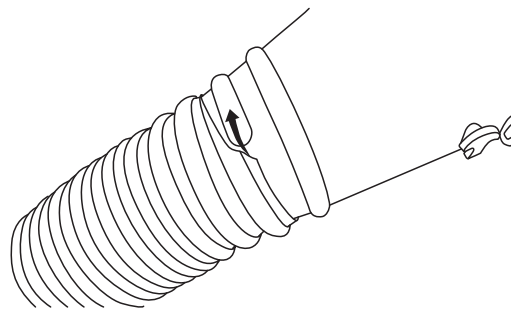

Fig. 14b
- d. Pour raccorder le tuyau d'admission d'air du masque de soudeur, le visser dans la bride d'admission d'air du masque en le tournant dans le sens **antihoraire**. Visser le tuyau d'admission d'air au masque de soudeur en faisant deux (2) rotations complètes ou jusqu'à ce qu'il soit bien serré (Fig. 14b).